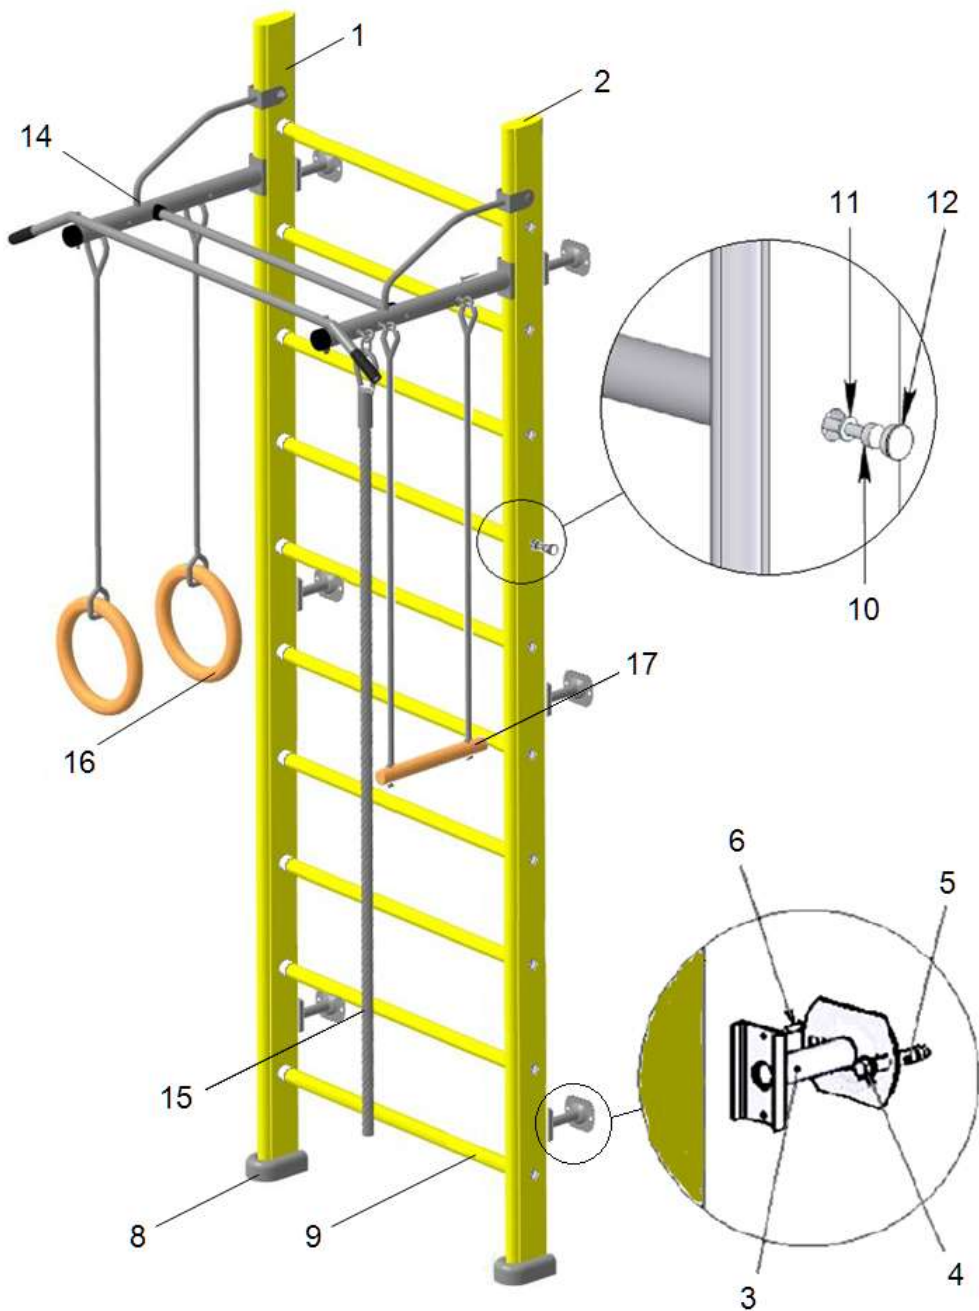
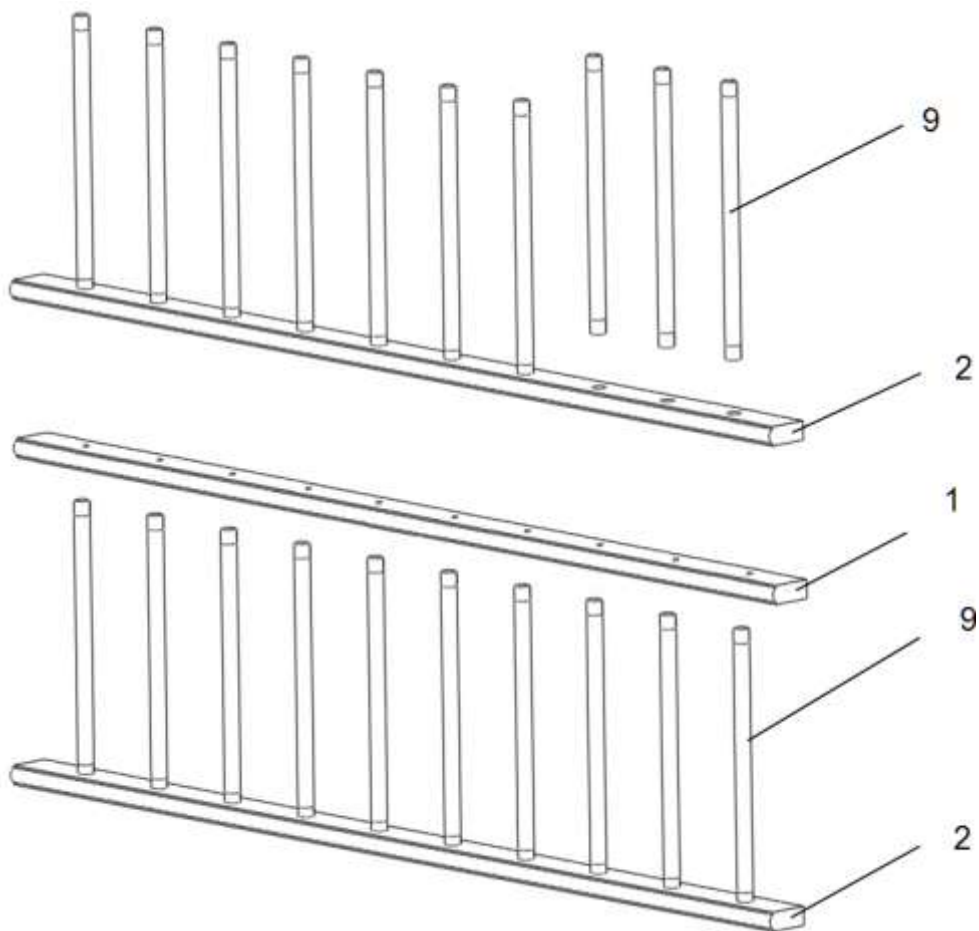

рисунок 1 (тренажер Posture 2 условно не показан)
рисунок 2
4.3. Вставить *поперечины (№9)* в соответствующие отверстия *стоек (№№1,2)* (рисунок 2). С помощью *саморезов (№10)* и *шайб (№11)* закрепить поперечины к стойкам. Установить заглушки (*№12*) (рисунок 1).